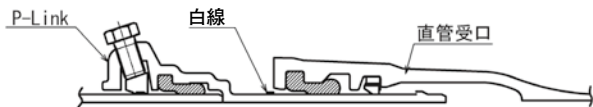

図63 直管受口との接合
- (1) 「管の清掃」から「挿し口の挿入」までは直管の接合要領と同じである。ただし、挿入量はP-Link外面に表示してある白線の幅の中に直管受口端面を合わせる(図63参照)。なお、ライナを装着した直管受口への接合はIV 2.「直管受口にライナを使用する場合」(P33～38)を参照すること。また、その管理方法は、異形管挿し口を接合する場合と同じとする(P39(2)及び図46参照)。
- (2) 「ゴム輪の位置確認」から「チェックシートの記入」は直管の接合要領と同じである。